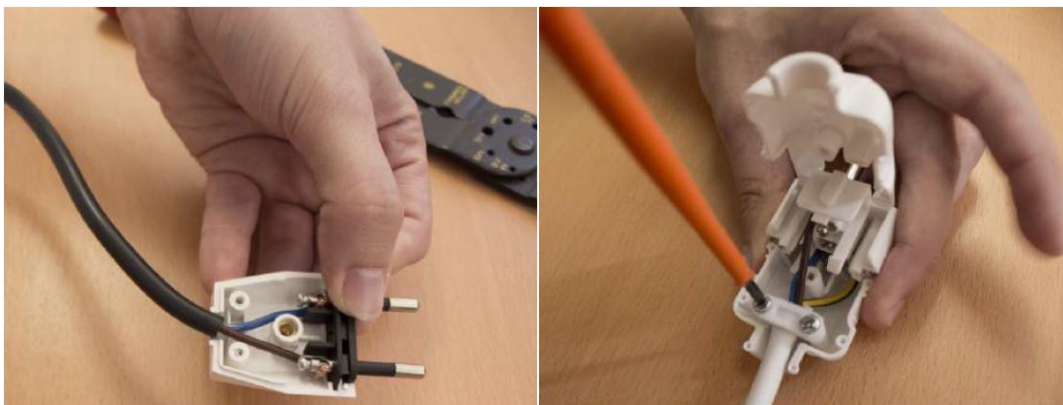

Figura 43. Conexión de los cables a los terminales de la clavija C y F (Schuko) respectivamente.
3. A continuación, se fijan los cables a los terminales eléctricos de la toma, respetando la función de cada uno de los terminales: Los cables azul y marrón se han de conectar en los vástagos laterales, independientemente del orden seguido; el cable verde-amarillo se ha de conectar al terminal de tierra de la toma Schuko, como se muestra en la Figura 43.